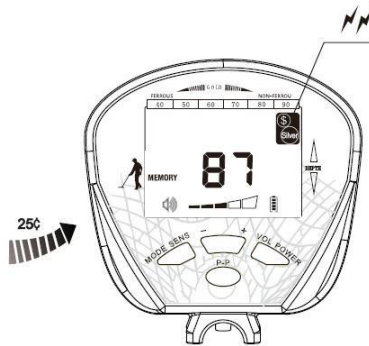

Figura 14
d) Cuando se cruzan otras 5 muestras, la sonda no suena. (Ver figura 14, ejemplo de moneda de 25 centavos)